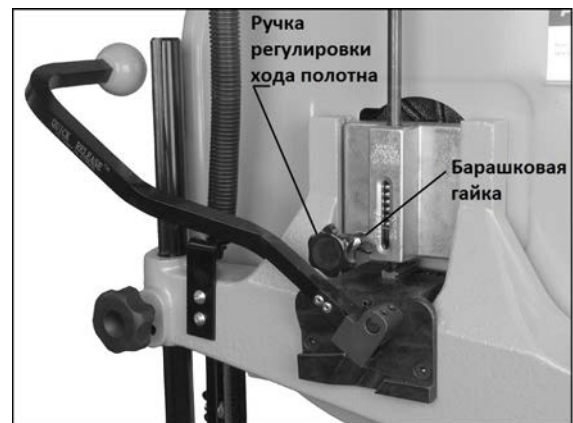

Рис. 45.
См. Рис. 45.
4. Если пильное полотно смещается в какую-либо из сторон шкива, ослабьте барашковую гайку (Рис. 45).